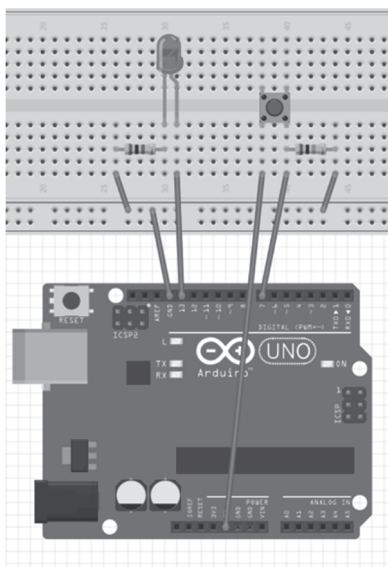
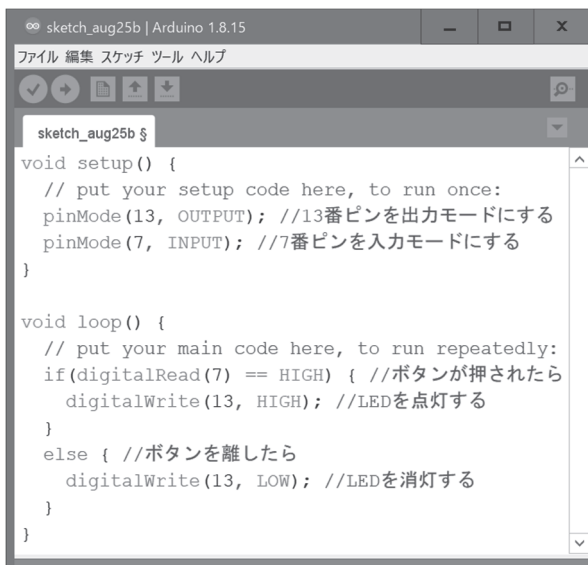

図 5 実体配線図 (スイッチと LED) Fritzing で作画
図 6 プログラム例 (スイッチと LED)
ここでは、スイッチを押すと LED が点灯する回路について考える。回路としては単純なものであるが、Arduino に対する入力と出力を扱うことでコンピュータの入出力 (IO) の基本を学ぶことができる。図 5 に実体配線図、図 6 にプログラム例を示す。図 5 よりこの程度の電気回路でも配線が最低 6 本必要になる。そのため、これを micro:bit で構成することは困難であることがわかる。また、図 6 より C 言語の形式であるとはいえ 14 行でプログラミングすることができ、初心者でも無理なく Arduino を体験できることがわかる。